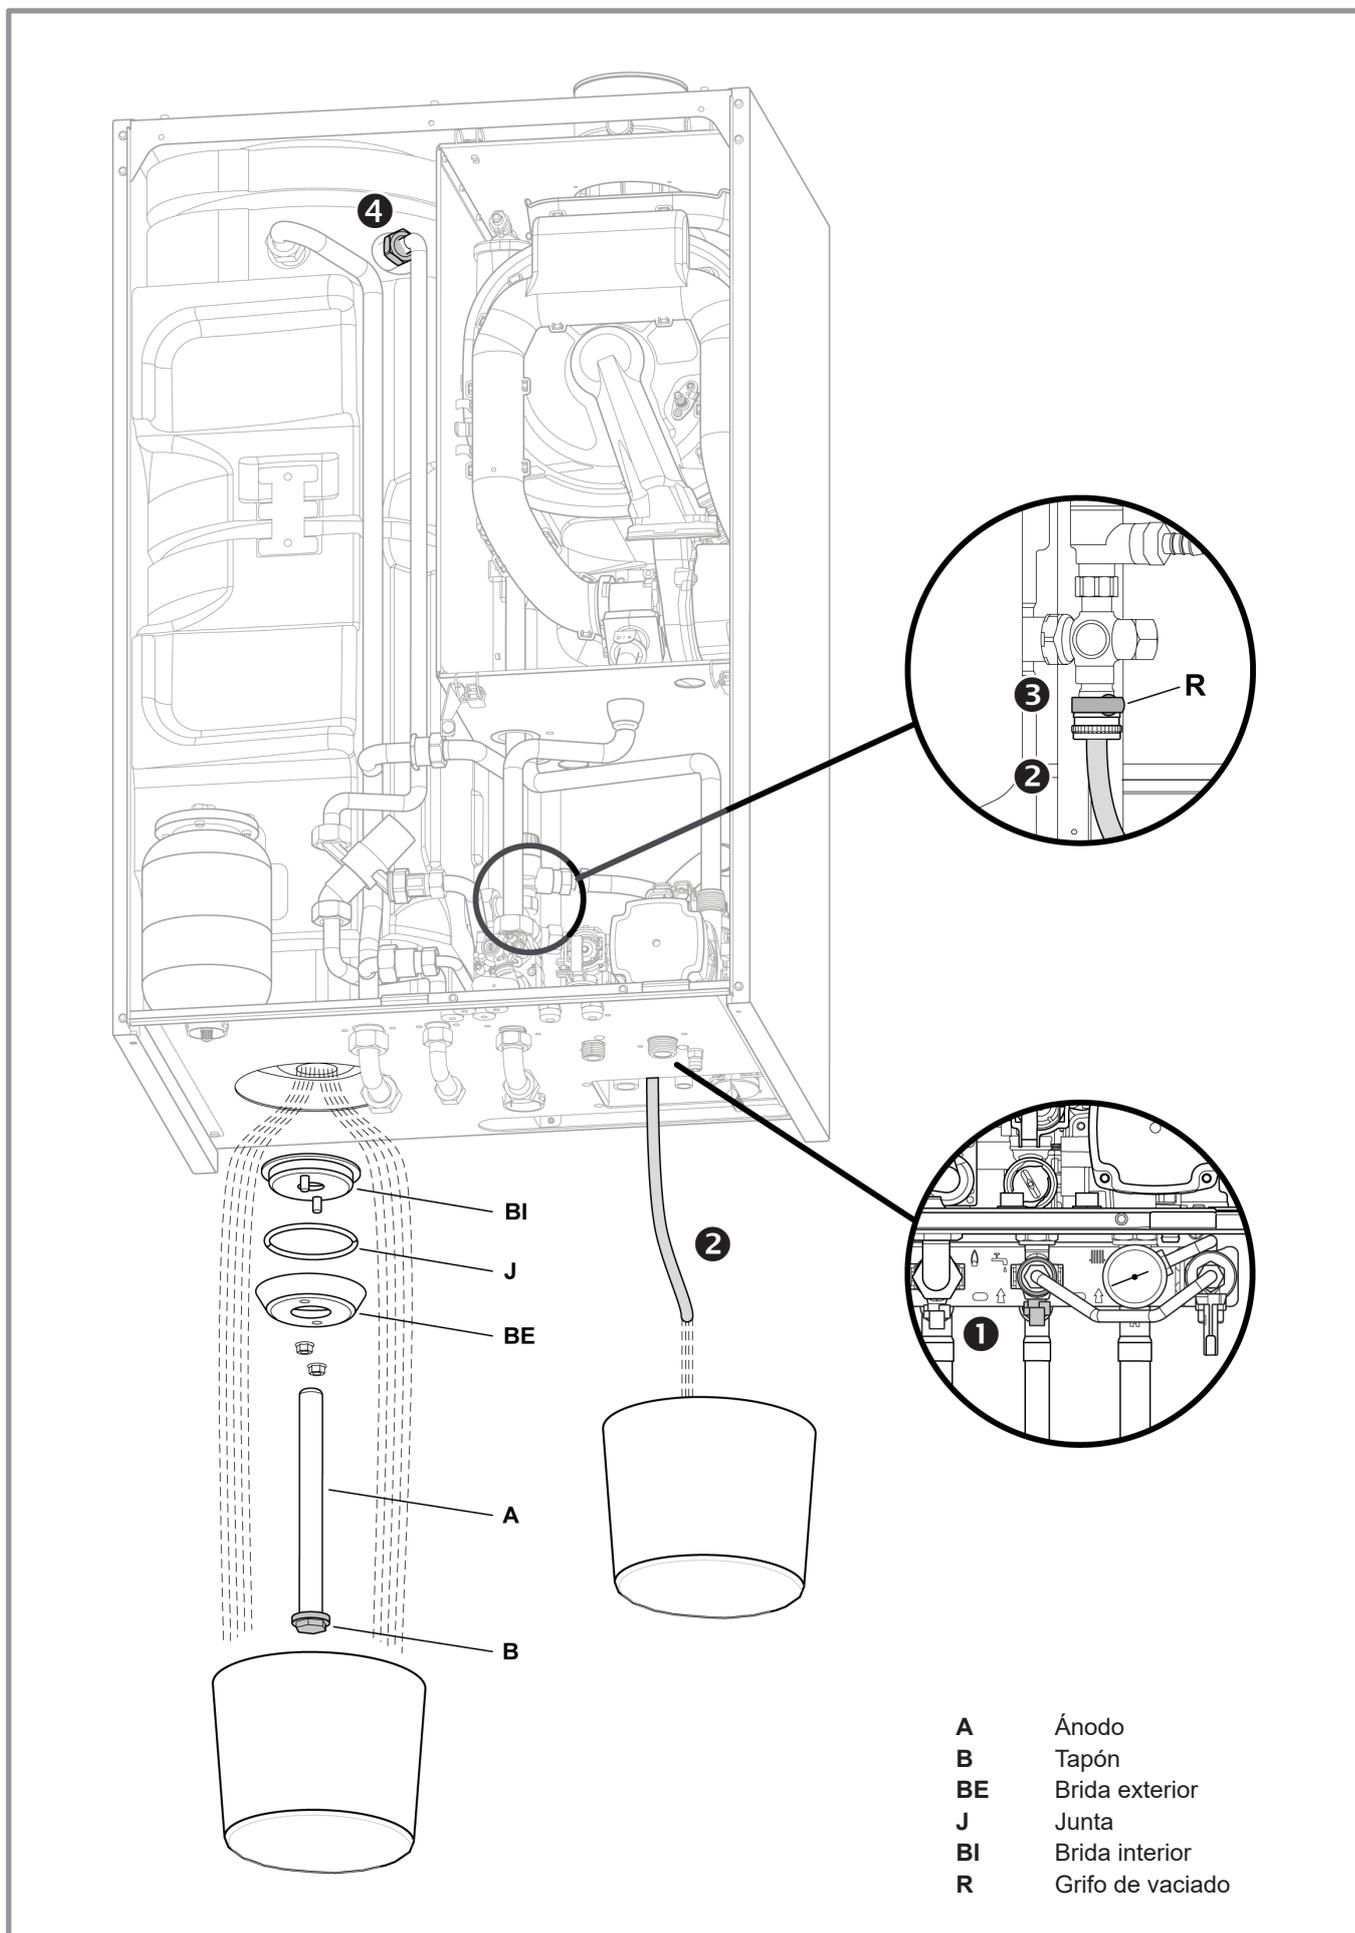

figura 34 - Mantenimiento del acumulador
- 2 Fije un tubo ($\varnothing 15$) en el grifo de vacío del acumulador bajo la válvula de seguridad sanitaria (). (figura 34).
- Desatornille el tapón (B) (atención: coloque un cubo bajo la abertura).